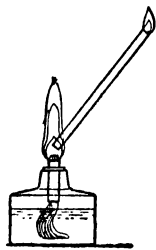

Рис. 67. Выведение паров спирта из пламени спиртовой лампы.
■ **Опыт 2.** Возьмите щипцами или пинцетом небольшой кусок стеклянной трубки (около 10 см длиной) и, хорошо прогрев её в пламени лампочки, держите наклонно так, чтобы конец её приходился примерно в середине части пламени *А* (рис. 67). К верхнему концу поднесите зажжённую спичку. У конца трубки появится маленькое пламя. Это горят пары спирта, находящиеся во внутренней части пламени и выходящие по трубочке. Трубка должна быть нагрета, для того чтобы пары в ней не сгушались.